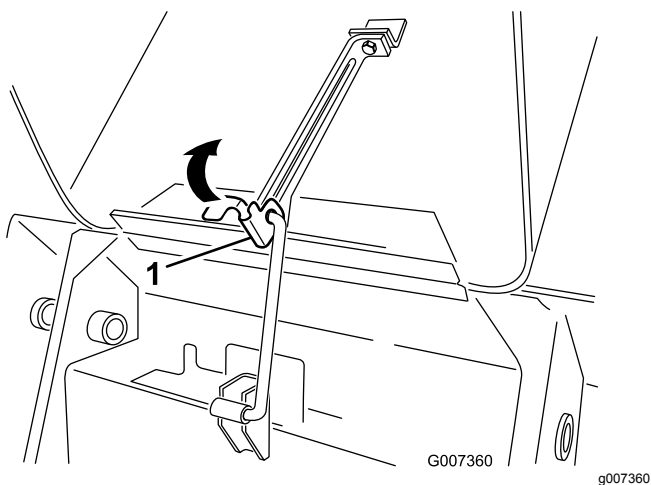

Bild 25
1. Heben Sie die Nase an, mit der die Stützstange befestigt ist (Bild 25)